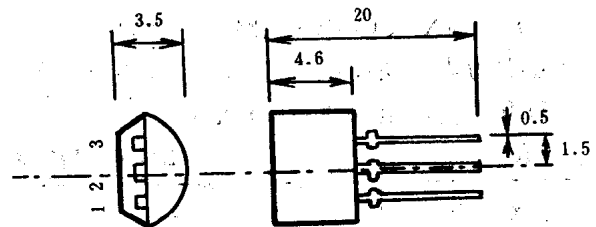

图1-7(a) HY-F512型集成电路
HY-F512型集成块采用 TO-92型塑封包装，外形如同普通塑封三极管，对外仅有3个引出脚：①脚为输出脚 OUT；②脚为电源正端 V_{DD} ；③脚为电源负端 V_{SS} ，见图1-7(a)所示。HY-F512主要电参数见表1-4。